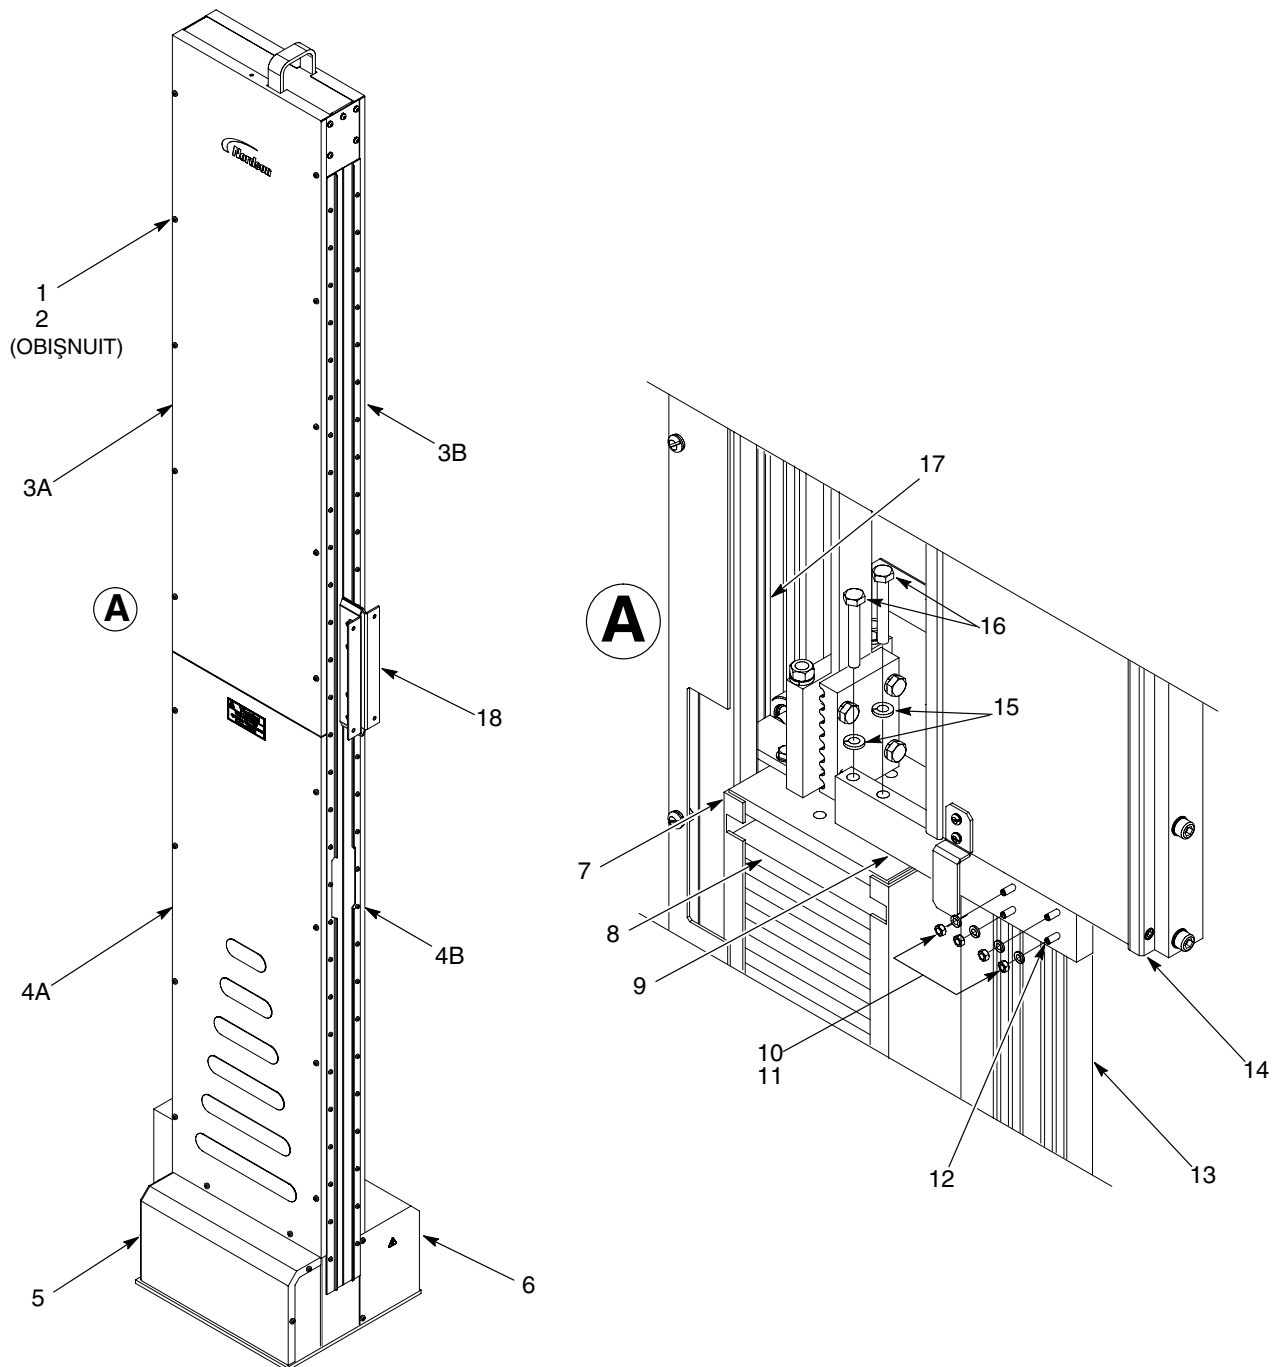
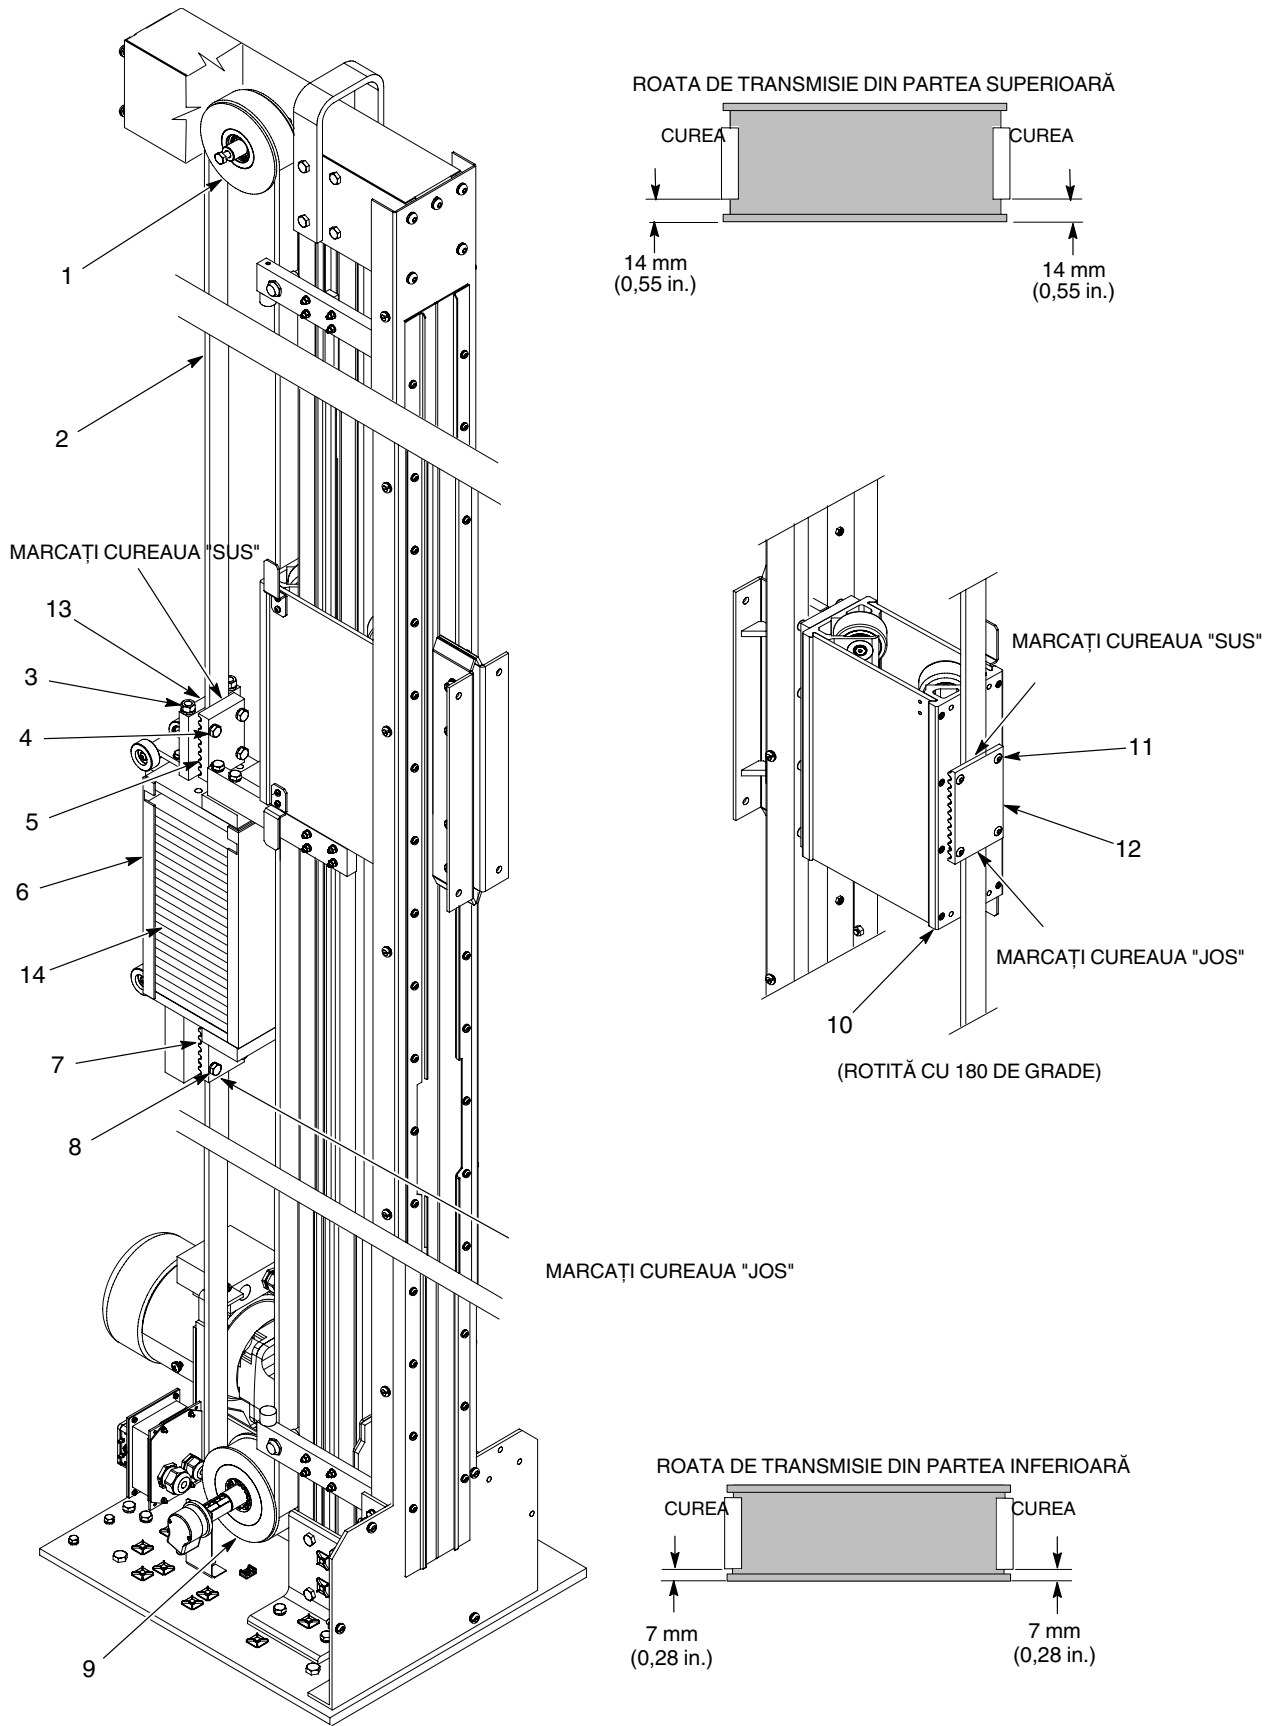
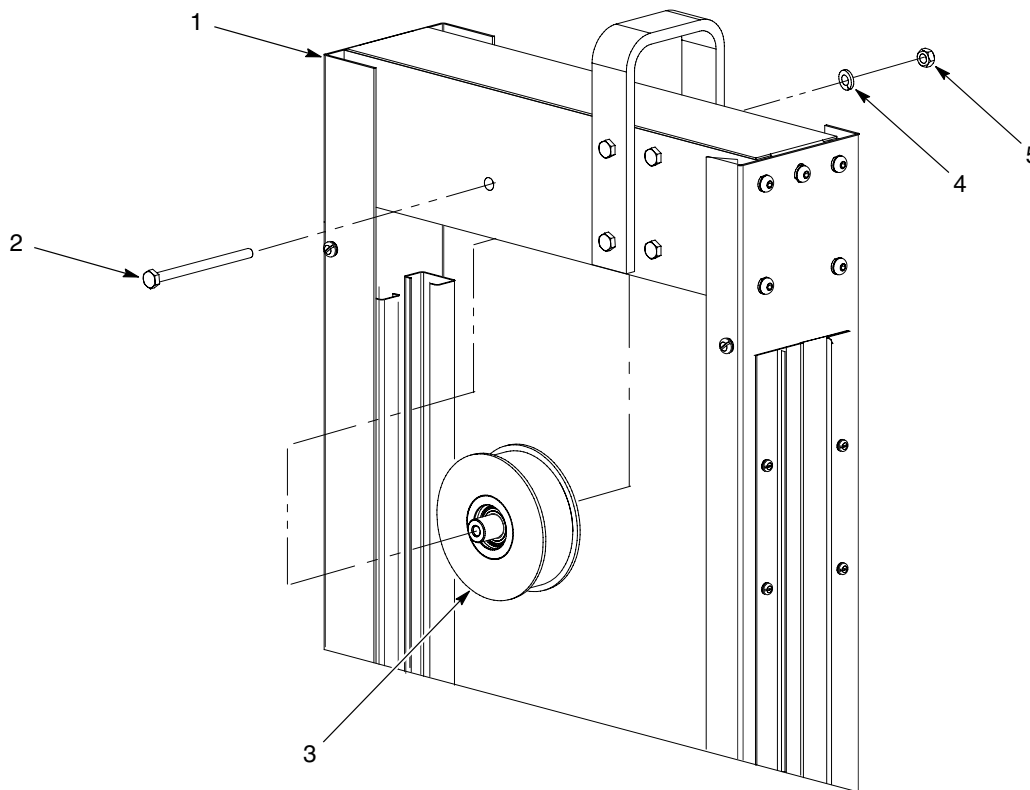
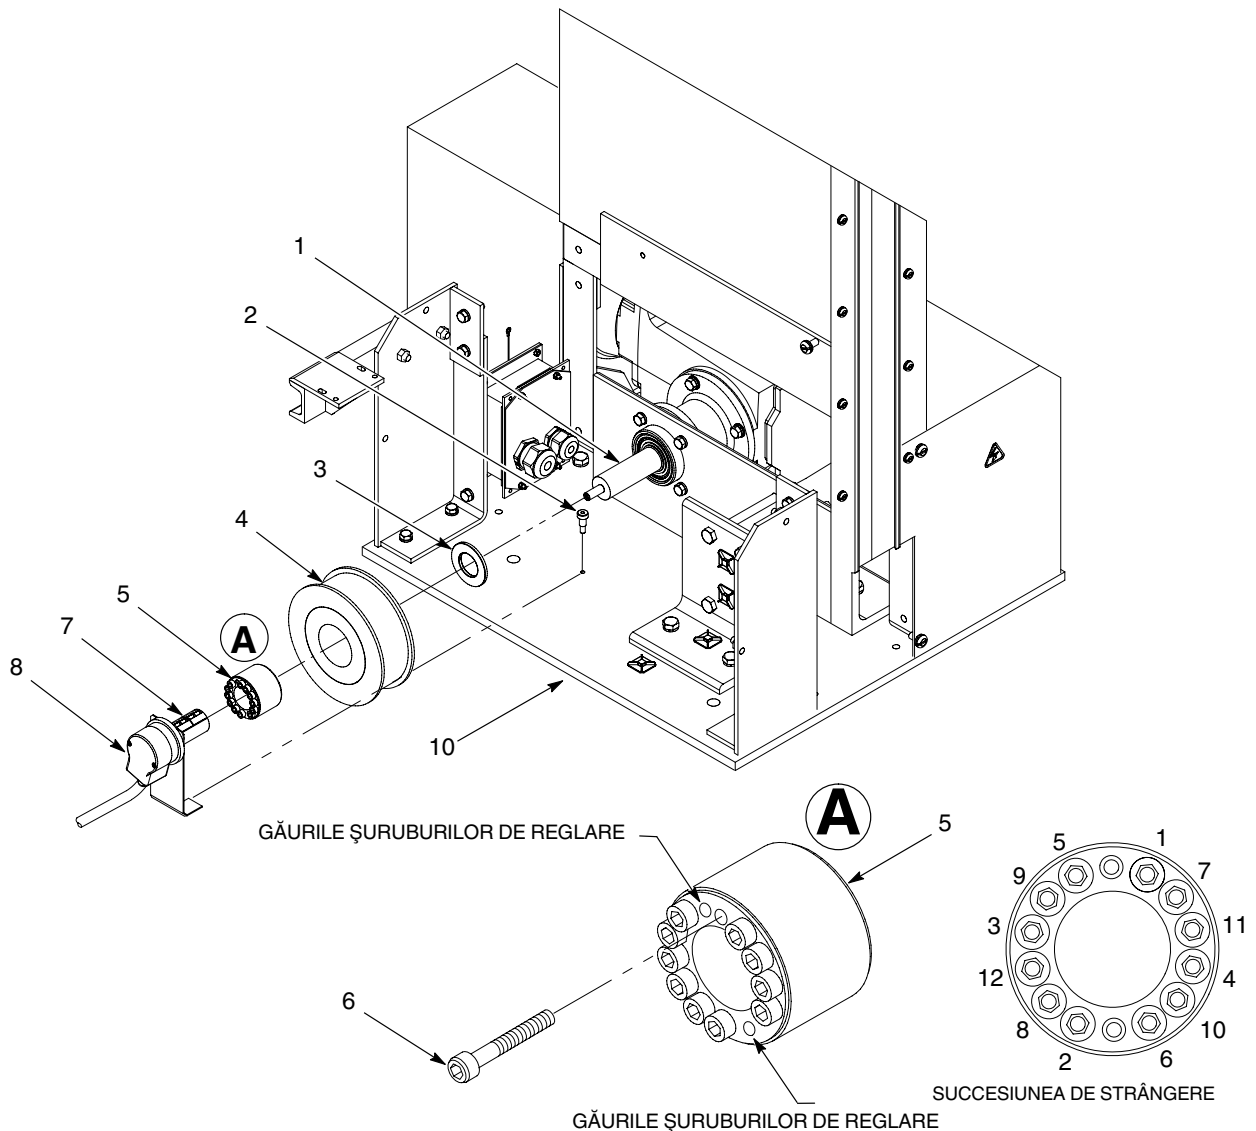

Figura 8 Fixarea căruciorul pistolului și coșul cu contragreutăți
Figura 9 Înlocuirea curelei
Figura 11 Înlocuirea roții de transmisie din partea superioară
Figura 12 Înlocuirea roții de transmisie din partea inferioară
2. A se vedea Figura 8. Scoateți șuruburile (1) și șaibele (2) asigurând panourile laterale de acces (3A, 4A) de pe partea dispozitivului de codificare al mașinii cu piston și a carcasei dispozitivului de codificare (5). În cazul în care reparați roata de transmisie din partea superioară sau rolele căruciorului pistolului, scoateți panourile laterale de acces (3B, 4B) de pe partea motorului (6).
- a. Deplasați manual căruciorul pistolului (14) până când suprafața inferioară este poziționată puțin deasupra coșului cu contragreutăți (7).
- b. Montați șuruburile cu cap ciocan (12) prin spatele brațului de fixare (9). Montați brațul de fixare la coșul cu contragreutăți (7) folosind șaibele de blocare (15) și șuruburile (16). Strângeți bine șuruburile.
- c. Deplasați manual în jos căruciorul pistolului (14) până când intră în contact cu partea superioară a brațului de fixare (9).
- d. Montați șuruburile cu cap ciocan (12) în calea de rulare a căruciorului pistolului (13). Montați șaibele de blocare (11) și piulițele (10) la șuruburile cu cap ciocan. Strângeți bine piulițele.
4. Marcați poziția căruciorului pistolului pe calea de rulare (13) a lui.
5. Marcați poziția coșului cu contragreutăți pe calea coșului cu contragreutăți (17).
2. A se vedea Figura 9. Marcați cureaua în modul următor:
- a. Trasați o linie la partea superioară a opritorului curelei (5) și scrieți pe curea SUS.
- b. Trasați o linie la partea inferioară a opritorului curelei (7) și scrieți pe curea JOS.
- c. Trasați 2 linii la partea superioară și cea inferioară a clemei de reținere (12) a căruciorului pistolului și scrieți pe curea SUS și JOS.
3. Slăbiți piulițele (3) de la partea superioară a opritorului curelei roții de transmisie (13).
4. Slăbiți șuruburile (11) care fixează clema de reținere a curelei (12) de căruciorul pistolului (10).
- a. Slăbiți șuruburile (8) care fixează cureaua (2) de partea inferioară a opritorului curelei (7).
- b. Slăbiți șuruburile (4) care fixează cureaua de partea superioară a opritorului curelei (5).
- c. Îndepărtați cureaua (2) din opritoare.
6. Îndepărtați cureaua (2) de pe roțile de transmisie (1, 9). Îndepărtați cureaua dintre căruciorul pistolului (10) și clema de reținere a curelei căruciorului (12).
2. A se vedea Figura 9. Realizați următoarele:
- a. Introduceți cureaua (2) în partea inferioară a opritorului curelei a coșului de contragreutăți (7).
- b. Asigurați-vă de centrarea curelei de la un capăt la celălalt și cuplează cei 8 dinți în opritorul curelei. Cureaua trebuie să treacă peste marginea superioară a opritorul curelei din partea inferioară. Strângeți șuruburile (4) la 20 N•m (457,20 cm.-lb).
3. Treceți cureaua (2) împrejurul roții de transmisie din partea inferioară (9), între căruciorul pistolului (10) și opritorul curelei căruciorului cu contragreutăți (12), și împrejurul roții de transmisie din partea superioară (1).
- a. Slăbiți piulițele (3) de la partea superioară a coșului cu contragreutăți (6) până când acestea ajung la nivelul părții superioare a tijei filetate.
- b. Introduceți cureaua (2) în partea superioară a opritorului curelei a coșului de contragreutăți (5).
- c. Asigurați-vă de centrarea curelei (2) de la un capăt la celălalt și cuplează cei 8 dinți în opritorul curelei (5). Cureaua nu trebuie să treacă sub marginea inferioară a opritorul curelei. Strângeți șuruburile (4) la 20 N•m (457,20 cm.-lb).
- d. Cureaua trebuie să fie centrată de la un capăt la celălalt la partea superioară a roții de transmisie din partea inferioară așa cum este prezentat în figura 9. Cureaua este centrată atunci când distanța de la roata de transmisie la capătul curelei este aceeași.
6. Cureaua trebuie să fie centrată de la un capăt la celălalt în opritorul curelei (12) de pe spatele căruciorului pistolului (10). Strângeți șuruburile de fixare ale clapetei curelei (11) la 14 N•m (304,80 cm.-lb).
7. A se vedea Figura 8. Scoateți piulițele (10) și șaibele de blocare (11) din șuruburile cu cap ciocan (12).
8. Demontați șuruburile (16) și șaibele (15) care fixează brațul de fixare (9) la coșul cu contragreutăți (7).
2. A se vedea Figura 9. Slăbiți piulițele (3) de la partea superioară a opritorului curelei roții de transmisie (13).
3. Slăbiți șuruburile (11) care fixează clema de reținere a curelei (12) de căruciorul pistolului (10).